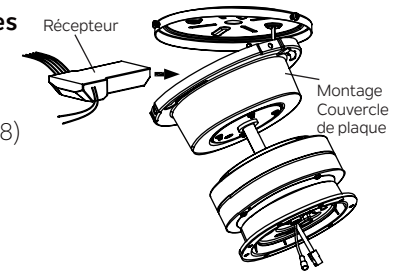

Fig. 8
**Étape 1.** Placez le récepteur dans la plaque de montage et maintenez-le à plat face au plafond. (Fig. 8)